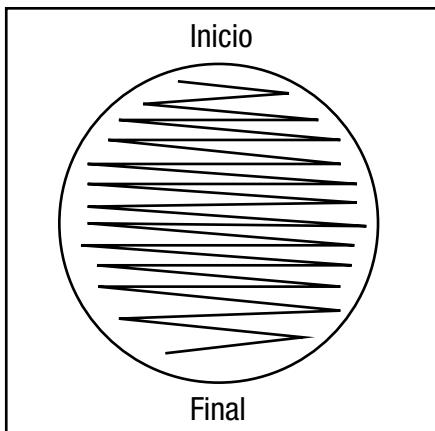

Figura 1: Patrón de rayado en la Placa 3M Petrifilm SALX
- Abra la Placa 3M Petrifilm SALX y páselo por el gel (figura E). Realice una pasada única para obtener colonias aisladas (figura 1).